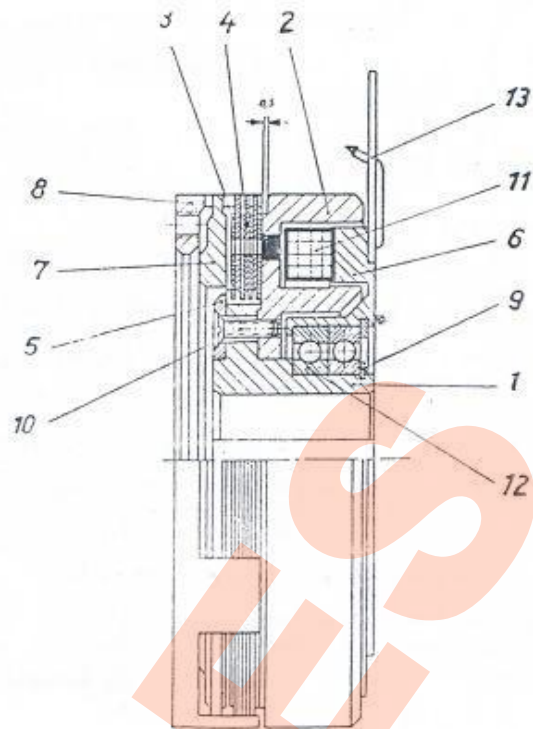

Abb. 4
Die Abbildung 4 zeigt die Kupplung im ausgeschalteten Zustand. Beim Einschalten der Kupplung fließt der Strom durch die Spulenkörper, die von einem Halblech (13) aufgenommen werden, der Spule (11) zu und erzeugt ein magnetisches Kraftfeld. Hierdurch wird die axial bewegliche Ankerscheibe (7) an den Magnetkörper (2), der durch Senkschrauben (10) auf dem Innenkörper (1) befestigt ist, herangezogen und preßt das Lamellenpaket, bestehend aus den in die Verzahnung des Innenkörpers eingreifenden Innenlamellen (3) und den in die Nuten des Außenkörpers (8) eingreifenden Außenlamellen (4), das in axialer Richtung durch einen Haltring (5) begrenzt wird, zusammen. Dadurch wird eine kraftschlüssige Verbindung über den Außenkörper zwischen der treibenden und getriebenen Welle hergestellt.